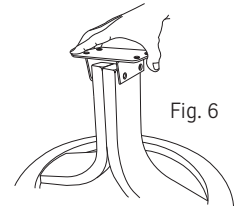

Fig. 6
Oberplatte (H) aufsetzen wie in fig. 6.